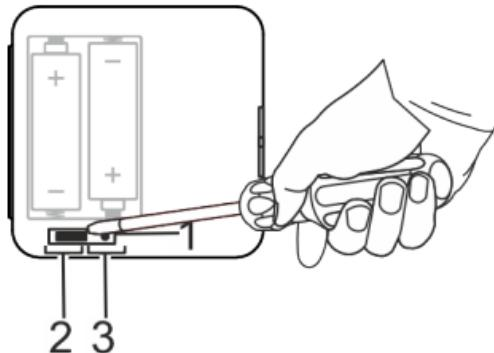

Fig. 8: Levage du cavalier
2. Lever le cavalier (Fig. 8/1) dans le couvercle du boîtier avec un tournevis plat.
3. Enficher le cavalier (Fig. 8/1) sur la position 2 points (Fig. 8/2).